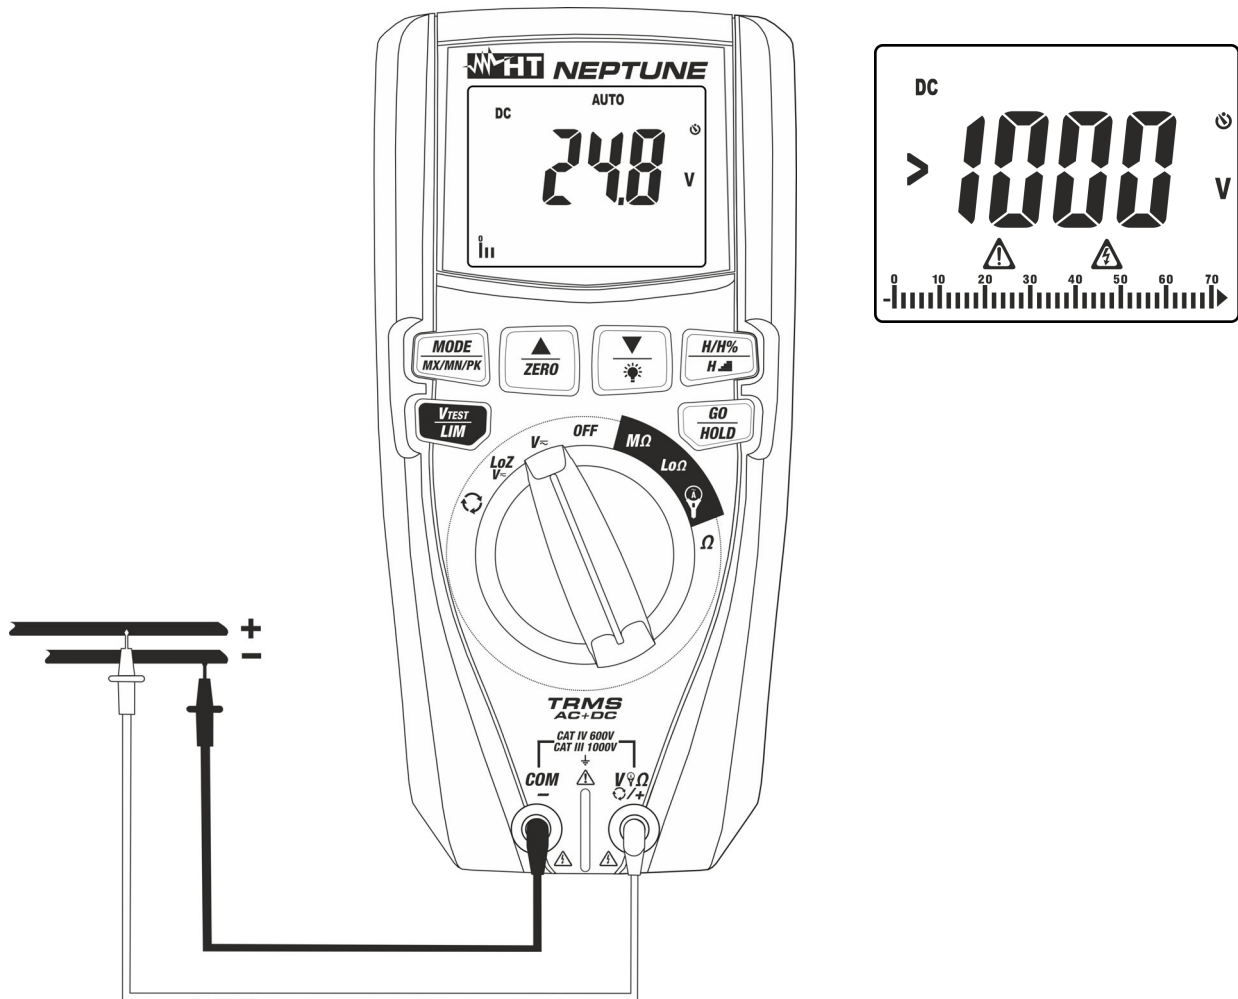
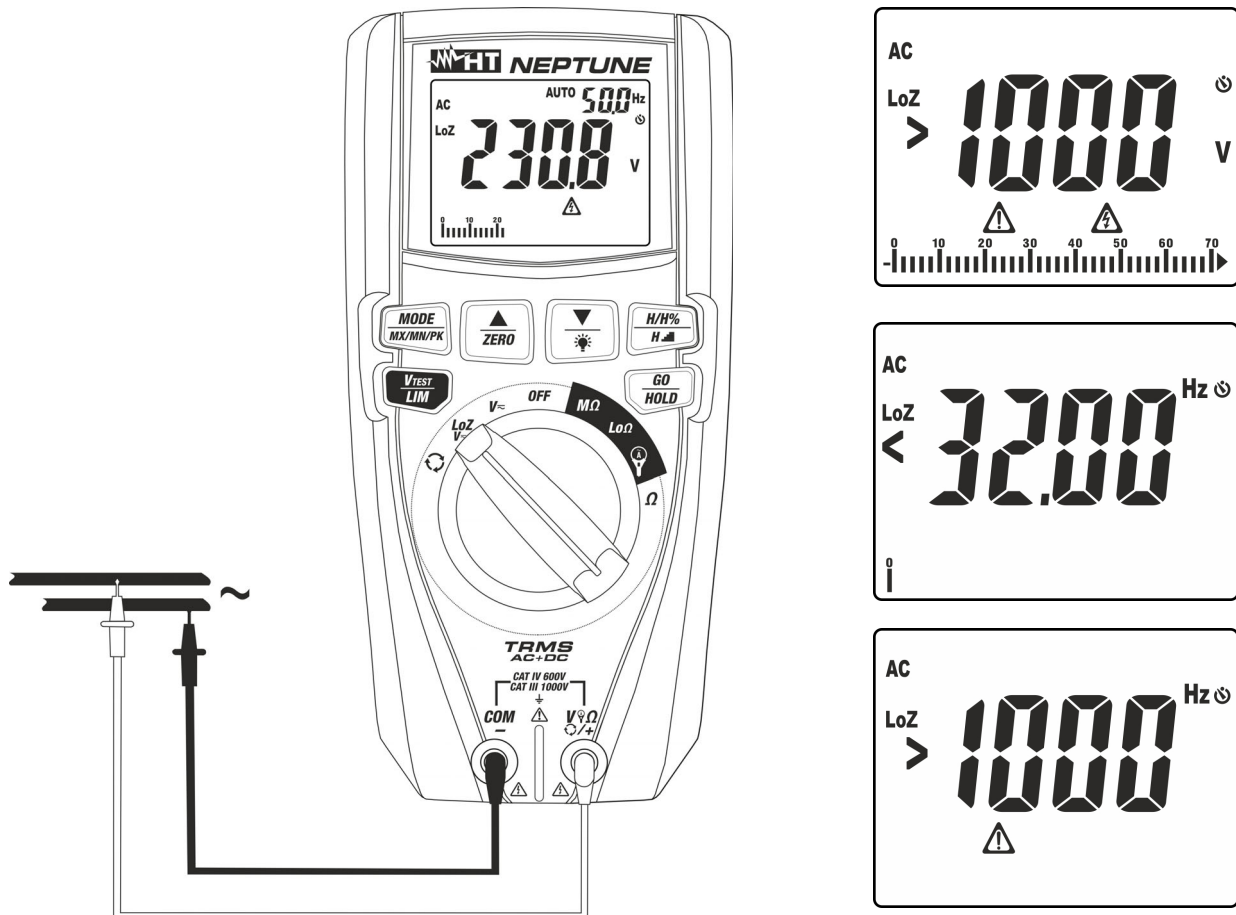

Fig. 6: Utilisation de l'instrument pour la mesure de la Tension CC
Fig. 8: Utilisation de l'instrument pour mesurer la tension CA/CC avec fonction LoZ.
3. Positionner l'embout rouge et l'embout noir respectivement dans les points à potentiel positif et négatif du circuit sous test (voir la Fig. 6). La valeur de la tension apparaît à l'écran
4. Si le message «>1000V» est affiché à l'écran (voir Fig. 6), cela indique que le fond d'échelle de l'instrument a été atteint.
5. L'affichage du symbole « - » sur l'écran de l'instrument indique que la tension a une direction opposée par rapport à la connexion de Fig. 6.
4. Positionner l'embout rouge et l'embout noir respectivement aux points du circuit examiné (voir Fig. 8) pour mesurer la tension AC ou aux points à potentiel positif et négatif du circuit examiné (voir Fig. 6) pour mesurer la tension DC. La valeur de la tension apparaît à l'écran. La valeur de la fréquence de la tension est affichée en haut à droite de l'écran. Cliquer sur la touche **MODE/MX/MN/PK** pour afficher la valeur de la fréquence avec une plus grande résolution.
5. Si les messages «<32Hz» ou «>1000Hz» sont affichés (voir Fig. 8), la valeur de la fréquence se trouve en dehors de l'intervalle de mesure **32Hz - 1000Hz**.
6. L'affichage du symbole "-" sur l'écran de l'instrument indique que la tension a une direction opposée par rapport à la connexion de la Fig. 6